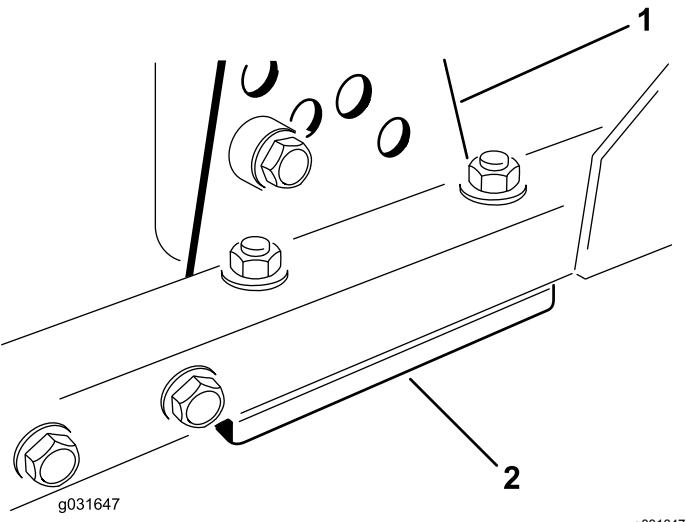

Рисунок 72
- Снимите кронштейн высоты скашивания (передний, левый или правый) с рамы режущего блока (Рисунок 72).
- Установите регулировочные прокладки толщиной 1,5 мм и/или 0,7 мм между рамой режущего блока и кронштейном, чтобы получить необходимую настройку высоты скашивания (Рисунок 72).
- Установите кронштейн высоты скашивания на раму режущего блока, используя оставшиеся регулировочные прокладки, установленные под кронштейном высоты скашивания (Рисунок 72).